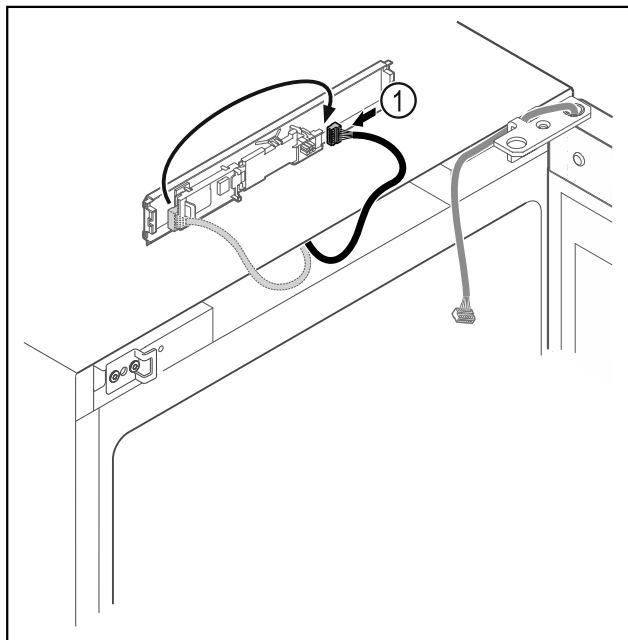

Fig. 21
- Brancher le connecteur Fig. 21 (1) de l'autre côté.